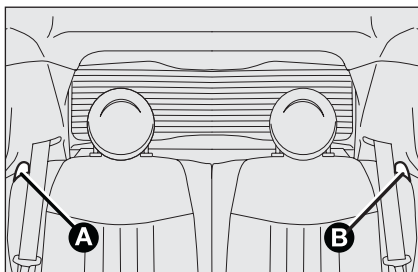

fig. 53
- ☐ actuar na alavanca **A** ou **B**-fig. 53 para desbloquear respectivamente a parte esquerda ou direita do encosto e acompanhá-lo sobre a almofada.
- ☐ actuar nas alavancas **A** e **B**-fig. 53 para desbloquear os encostos e acompanhá-los na almofada.